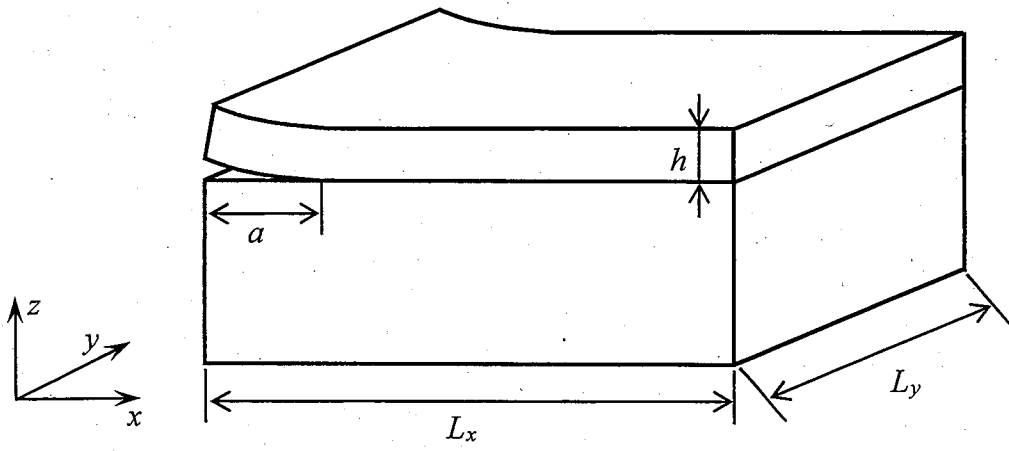

图 1-3
- (1) 状態 S_0 より, x 方向に引張り応力を $\sigma_x = \sigma_0$ となるまで徐々に負荷し, 状態 S_1 とした. この際, y 方向のひずみは拘束せず, $\sigma_y = 0$ とした. 状態 S_1 における x, y 方向の垂直ひずみ $\varepsilon_{x1}, \varepsilon_{y1}$ と, 薄膜に蓄えられるひずみエネルギー密度 (単位体積当たりのひずみエネルギー) u_1 を求めよ.
- (2) 状態 S_0 より, y 方向のひずみ拘束 ($\varepsilon_y = 0$) のもとで, x 方向に引張り応力を $\sigma_x = \sigma_0$ となるまで徐々に負荷し, 状態 S_2 とした. 状態 S_2 における x 方向の垂直ひずみ ε_{x2} , y 方向垂直応力 σ_{y2} , 薄膜に蓄えられるひずみエネルギー密度 u_2 を求めよ.
- (3) 状態 S_0 より, x, y 方向に等しい引張り応力を $\sigma_x = \sigma_y = \sigma_0$ となるまで徐々に負荷し, 状態 S_3 とした. 状態 S_3 における x および y 方向の垂直ひずみ ε_3 と, 薄膜に蓄えられるひずみエネルギー密度 u_3 を求めよ.
- (4) 状態 S_3 より, y 方向のひずみを維持したまま ($\varepsilon_y = \varepsilon_3$), x 方向垂直応力を徐々に減少させ $\sigma_x = 0$ とした. これを状態 S_4 とする. 状態 S_4 における y 方向垂直応力 σ_{y4} と, 状態 S_3 から S_4 に至るまでの間に解放される薄膜のひずみエネルギー密度 Δu を求めよ.
- (5) 基板上に接着され二軸引張り状態 ($\sigma_x = \sigma_y = \sigma_0$) にあった薄膜 (厚さ h) が, 図 1-3 のように端部から長さ a だけ剥離したときの薄膜のひずみエネルギー解放量を考える. 設問(4)で求めた Δu を用いて, 剥離面積あたりのひずみエネルギー解放量 (エネルギー解放率) を見積もれ. 薄膜は十分に薄く ($h/L_x \ll 1, h/L_y \ll 1$), 応力の z 方向の変化は無視できるものとする.